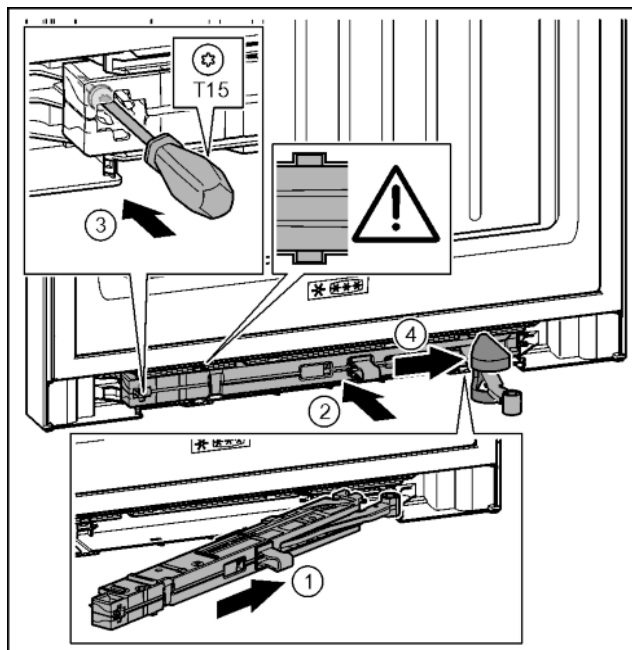

Fig. 37
- ▶ Вставить узел амортизатора со стороны опорного кронштейна в выемку до упора под наклоном. Fig. 37 (1)
- ▶ Полностью вставить узел амортизатора в выемку. Fig. 37 (2)
- ▶ Затянуть винт отверткой T15. Fig. 37 (3)
- ▶ Переместить крышку над шарниром. Fig. 37 (4)